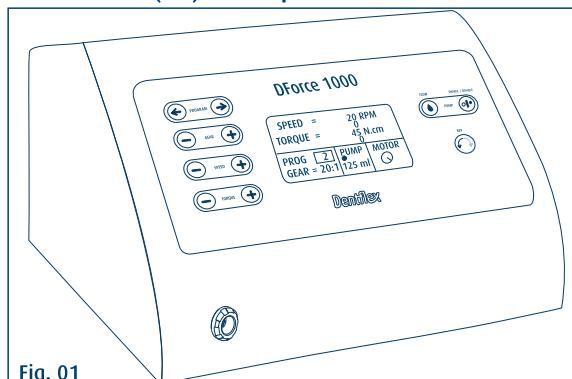

Fig. 01
A Unidade de Comando foi projetada a fim de se controlar o micromotor elétrico, em procedimentos cirúrgicos e odontológicos, possibilitando controle de torque, de velocidade, de redução, de reversão do micromotor e de controle de vazão da bomba. Para a produção deste equipamento foram usados os seguintes materiais: Aço Inox, Alumínio, Caixa de Poliuretano (PU) e Componentes Eletro - Eletrônicos. (Fig. 01)